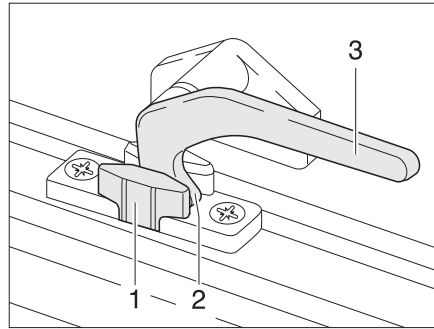

Bild 71 Låsarm i läget "kontinuerlig vädring"
- I läget "kontinuerlig vädring" (Bild 71)
- Sväng låsarmen (Bild 71,3) ett kvarts varv mot fönstrets mitt.
- Sväng låsarmen ett kvarts varv mot fönsterkarmen. Därvid måste låsspaken (Bild 71,2) föras in i spåret på fönsterlåset (Bild 71,1).